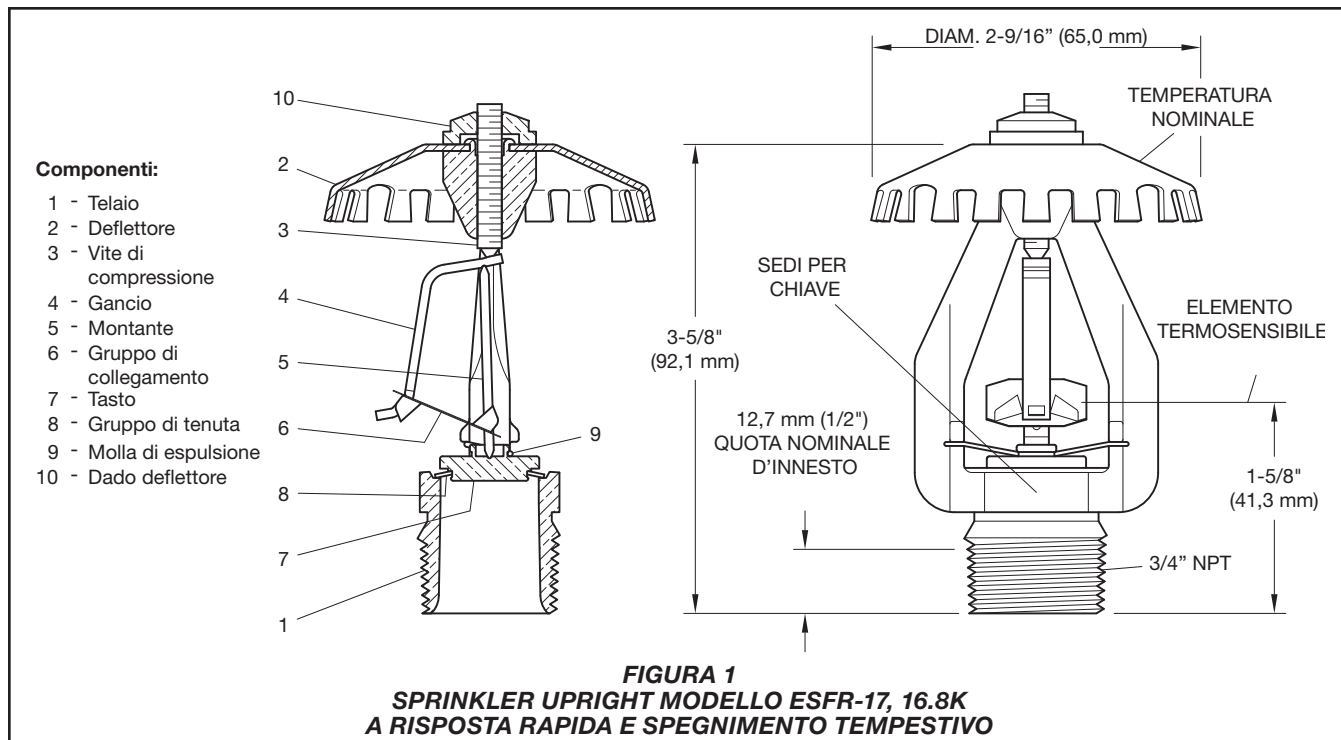

FIGURA 1
Gli sprinkler upright TYCO modello ESFR-17 sono unità a risposta rapida e spegnimento tempestivo (ESFR) con fattore K nominale di 16.8 (vedere la figura 1). Questi sprinkler agiscono sopprimendo le fiamme e rappresentano una soluzione particolarmente vantaggiosa per eliminare gli sprinkler montati in rack per la protezione di depositi di materiali ad alto impilamento.
Passo 2. Serrare lo sprinkler upright modello ESFR-17 usando solo la chiave per sprinkler tipo W 21 (Figura 2) inserendo a fondo l'incavo della chiave nelle apposite sedi sullo sprinkler (Figura 1).
Passo 3. Dopo l'installazione, controllare che il gruppo di collegamento di ogni sprinkler modello ESFR-17 non sia danneggiato. In particolare, verificare che il gruppo di collegamento e il gancio siano posizionati come illustrato nella figura 1 e che il gruppo di collegamento non sia piegato, deviato o allontanato forzatamente dalla posizione normale. Sostituire gli sprinkler danneggiati.